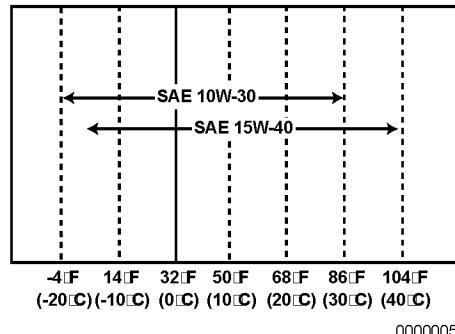

Figura 3
- Seleccione la viscosidad del aceite en función de la temperatura ambiente en la que funcionará el motor. Consulte el gráfico de viscosidades de los grados de servicio SAE (Figura 3).